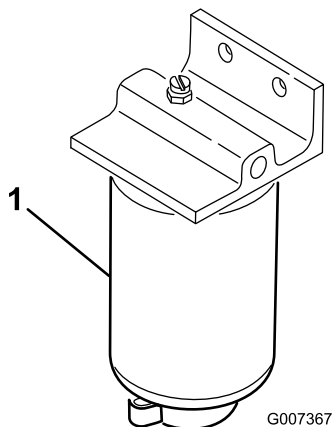

Figura 27
2. Coloque um recipiente de escoamento debaixo do filtro de combustível (Figura 27).
3. Abra o tampão de drenagem na parte inferior do filtro de combustível e drene qualquer água acumulada (Figura 27). Volte a apertar o tampão após o escoamento.